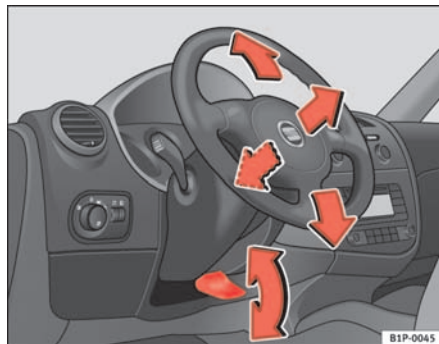

Fig. 112 Ajuste de la posición del volante
- Tire hacia abajo de la palanca ⇒ fig. 112 situada debajo de la columna de dirección ⇒ ⚠.